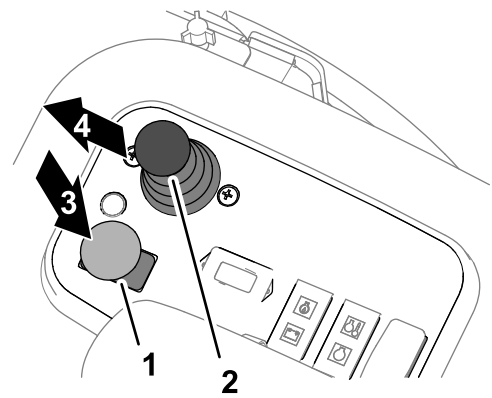

Bild 35
3. Stellen Sie den Mähwerk-Antriebsschalter in die AUSGEKUPPELT-Stellung (Bild 35).
5. Verwenden Sie den Hebel zum Absenken bzw. Anheben der Mähwerke, um die Mähwerke abzusinken (Bild 35).